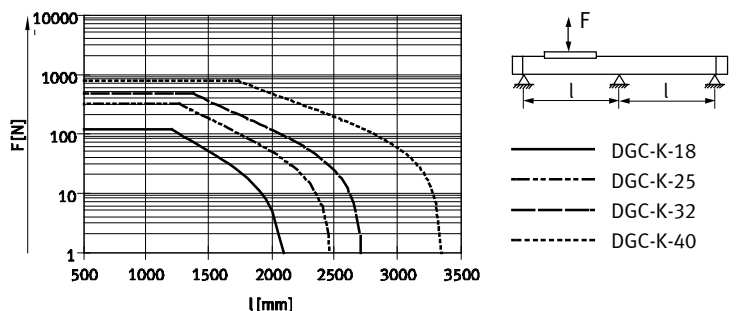
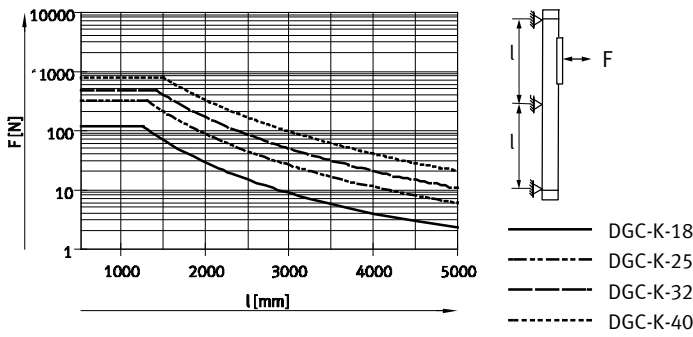

Fig. 4 Необходимые расстояния между опорными элементами (l) при горизонтальном монтаже
Fig. 5 Необходимые расстояния между опорными элементами (l) при вертикальном монтаже
- Учитывайте вес привода DGC-K. В зависимости от исполнения DGC-K может весить до 58 кг. Для перемещения следует расположить ленточные транспортеры, соблюдая допустимые расстояния между опорами (расстояния между опорами → Fig. 4 и Fig. 5).
- Для монтажа сбоку используйте центральные опорные элементы MUP с рекомендуемым между ними расстоянием (→ Fig. 4 и Fig. 5).